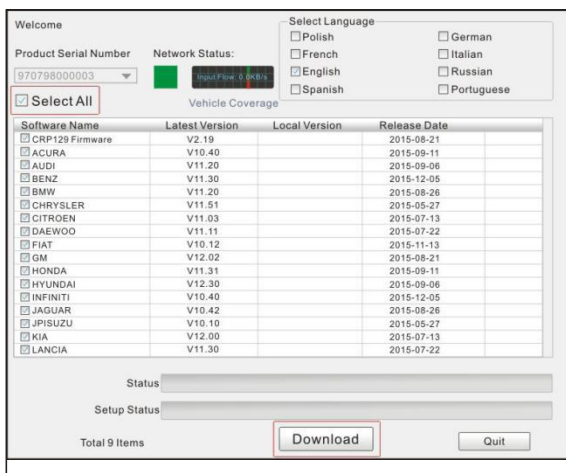

Figure 7-6
10. Rouvrez la suite de mises à jour FX3000 et sélectionnez les mises à jour que vous souhaitez effectuer ou cliquez sur [Tout sélectionner] puis sur [Télécharger]. (Figure 7-6)